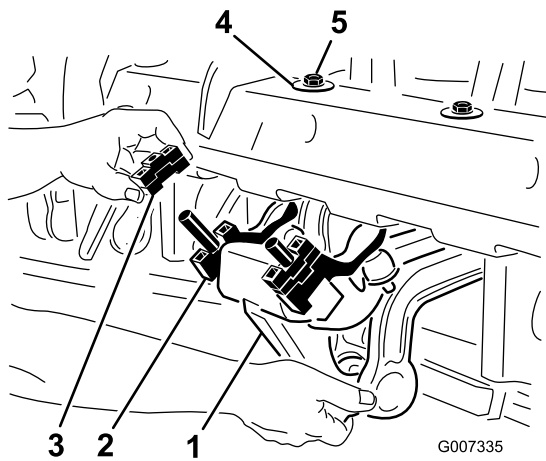

Figura 22
1. Retire las 2 contratueras de 1/2 pulgada que sujetan el conjunto amortiguador rotalink a la parte inferior del bastidor del cabezal de perforación (Figura 22).
2. Baje el conjunto amortiguador para dejar al descubierto los espaciadores (Figura 22).
4. Vuelva a montar el conjunto amortiguador en el bastidor del cabezal de perforación. Asegúrese de que la arandela "D" se instale contra el bastidor del cabezal de perforación como se muestra en Figura 22. Asegure las 2 contratuercas.